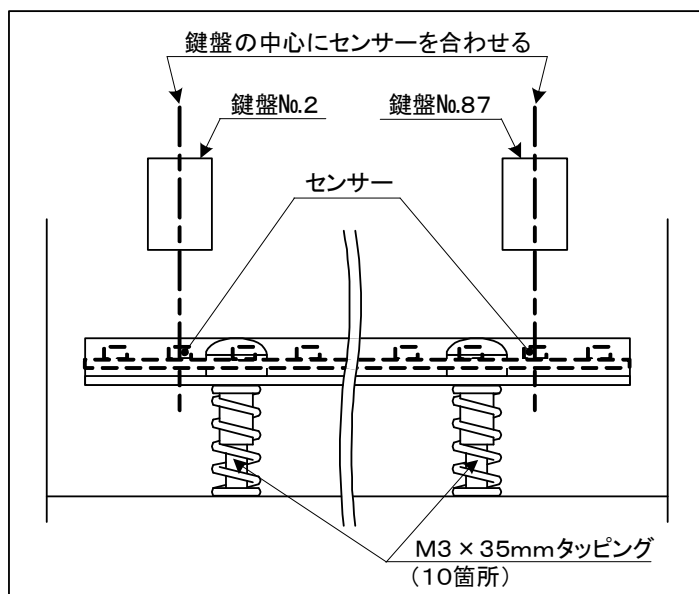

図 3. 3 - 4 キーボードユニット左右位置決め
(4) 図 3. 3 - 4 の様に鍵盤 No. 2 と No. 87 を取り付け、センサーの中心線上に鍵盤の中心が重なるようにして左右位置を決定しネジ止めする。(M3 × 35mm タッピング 10 本)